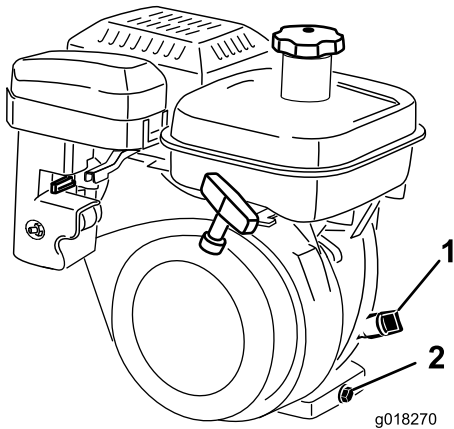

图34
3. 清洁量油尺尽周围的区域 图34
4. 逆时针旋转量油尺然后将其取出 (图34)。
2. 在机器后部的排油塞下放置一个放油盘 (图34)。拧松排油塞。